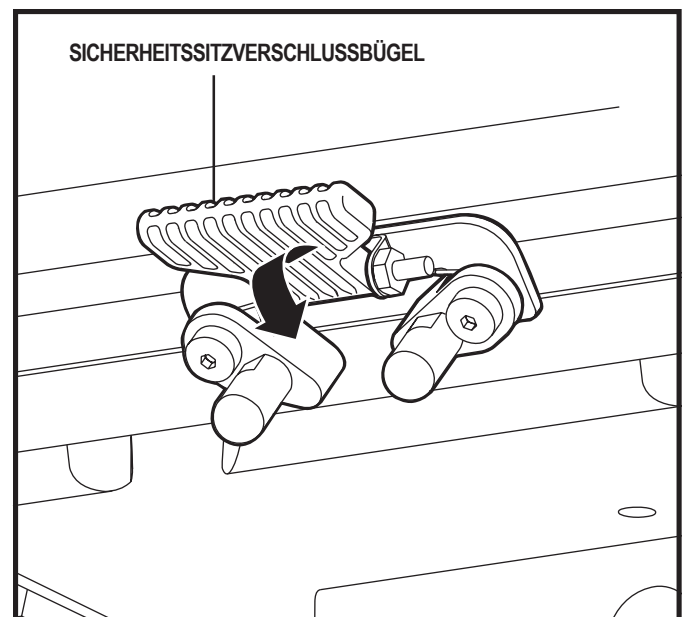

Abb. 11. Sitzverschlussbügel
4. Legen Sie den Verschlussbügel um. Siehe Abb. 11.